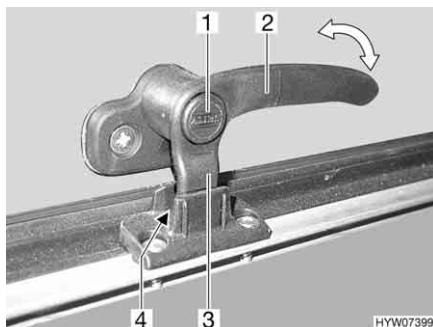
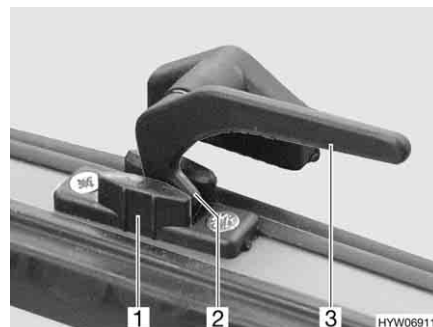

Fig. 96 Alavanca de trava com botão de segurança na posição "Arejamento contínuo"
Fig. 97 Alavanca de trava na posição "Arejamento contínuo"
- Na posição "Arejamento contínuo" (Fig. 96 e Fig. 97)
- Se disponível, prima o botão de segurança (Fig. 96,1) e mantenha-o premido.
- Gire a alavanca de trava (Fig. 96,2 ou Fig. 97,3) um quarto de volta na direção do meio da janela.
- Gire novamente para trás a alavanca de trava. Durante isto, desloque a ponta de trava (Fig. 96,3 ou Fig. 97,2) na alavanca de trava para dentro do entalhe no dispositivo de bloqueio da janela (Fig. 96,4 ou Fig. 97,1).
- Se disponível, largue o botão de segurança (Fig. 96,1).